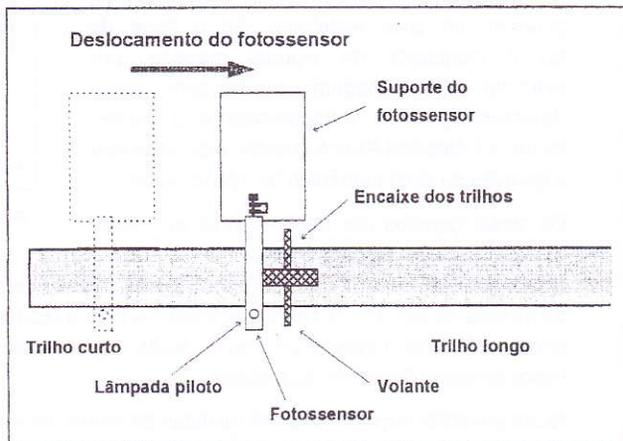

Figura 3: Posicionamento do fotossensor.
- A figura 3 representa o equipamento visto de cima. O eixo do volante encontra-se exatamente sobre o encaixe dos trilhos, com o trilho curto (horizontal) à esquerda e o trilho longo (inclinado) à direita. Repouse o volante sobre o encaixe dos trilhos e, como indicado pela seta na figura,